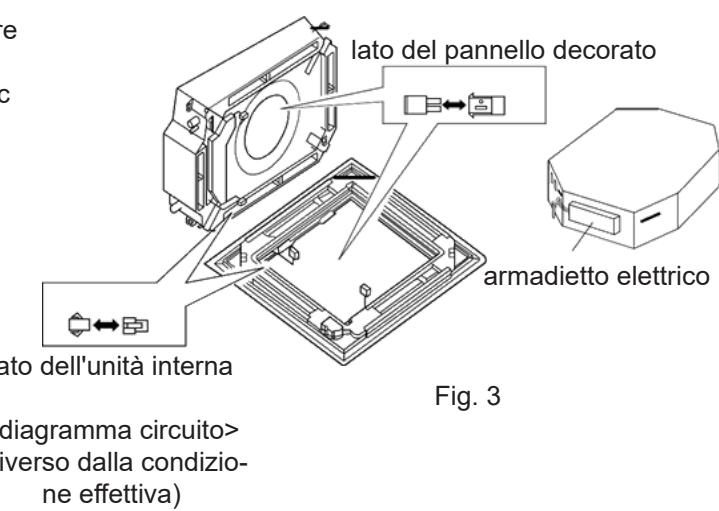

Fig. 3
- Eseguire il collegamento al connettore del cavo del motore del frangivento sul pannello decorato. (Fig. 3);